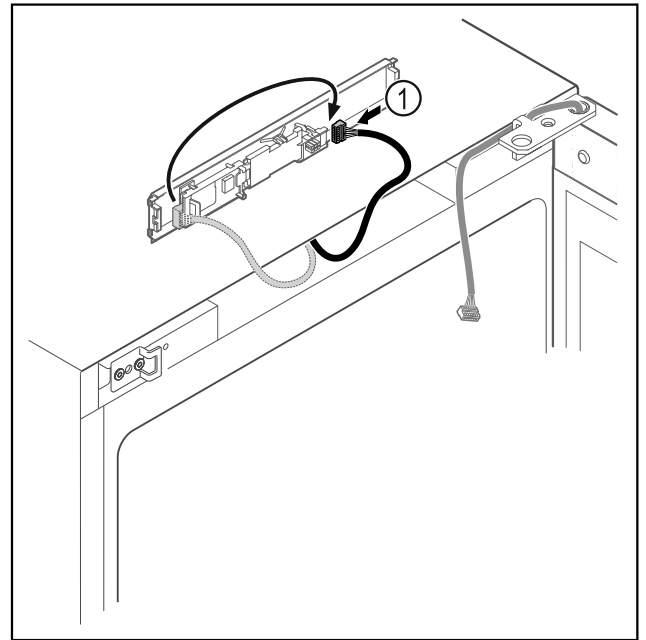

Fig. 18
- ▶ Brancher le connecteur Fig. 18 (1) de l'autre côté.